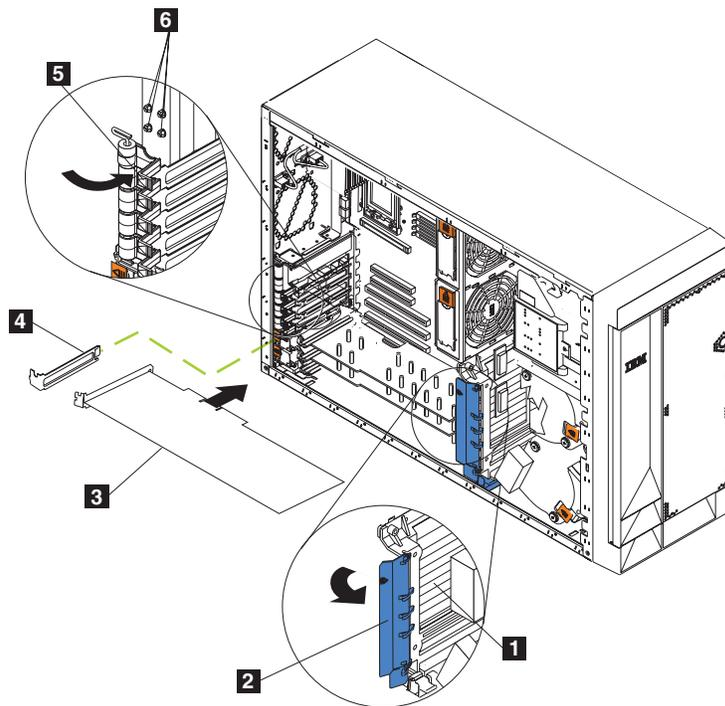
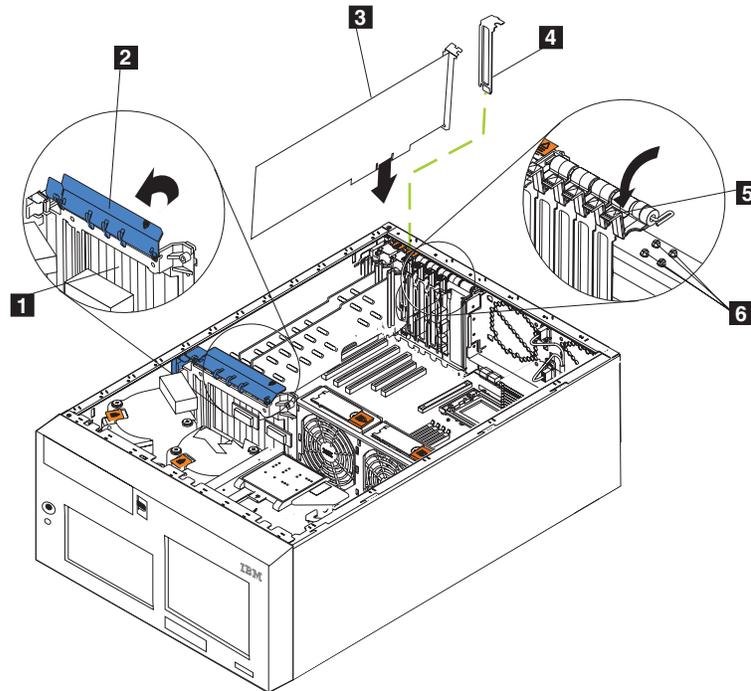
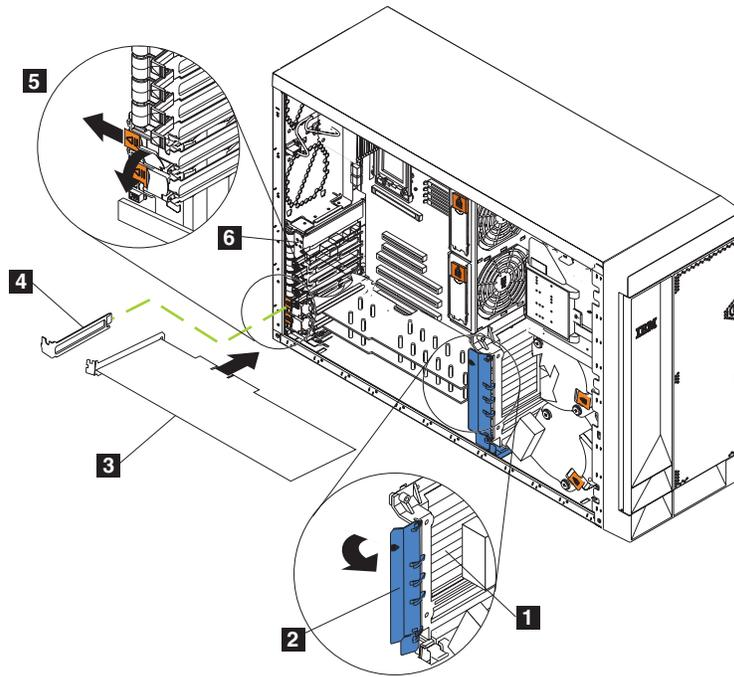
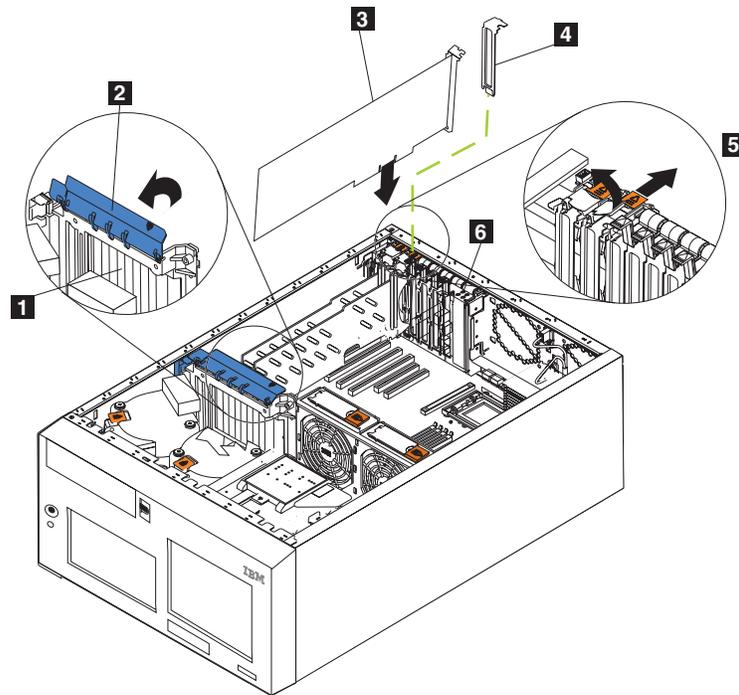

Figure 38. Installation d'une carte (Modèle 25T)
Figure 39. Installation d'une carte (Modèle 25T avec l'option de conversion pour montage en rack)
Figure 40. Installation d'une carte aux emplacements 5 ou 6 (Modèle 25T)
Figure 41. Installation d'une carte aux emplacements 5 ou 6 (Modèle 25T avec l'option de conversion pour montage en rack)
5. Soulevez le clip de retenue de carte au-dessus du support de cartes et le taquet de retenue de la carte de chaque carte longue ; puis, retirez les cartes longues. (Voir la figure 38 à la page 50 et la figure 39 à la page 51 pour l'emplacement du clip de retenue de carte.)
La figure 38 et la figure 39 à la page 51 vous montrent comment installer une carte PCI.
Si vous installez une carte à l'emplacement PCI-X 5 ou 6, faites glisser le levier orange de dégagement du taquet de retenue de la carte vers l'arrière du moteur et maintenez-le en place pendant que vous soulevez le taquet noir de retenue de la carte pour le placer sur la position déverrouillée (ouverte), comme indiqué à la figure 40 et à la figure 41 à la page 53
- d. Fixez une carte au niveau des emplacements 1-4 à l'aide d'une vis : insérez l'une des vis de fixation de réserve (voir la figure 40 à la page 52 et la figure 39 à la page 51 pour l'emplacement des vis) dans la partie supérieure du support de cartes, dans le trou de vis, pour fixer la carte.